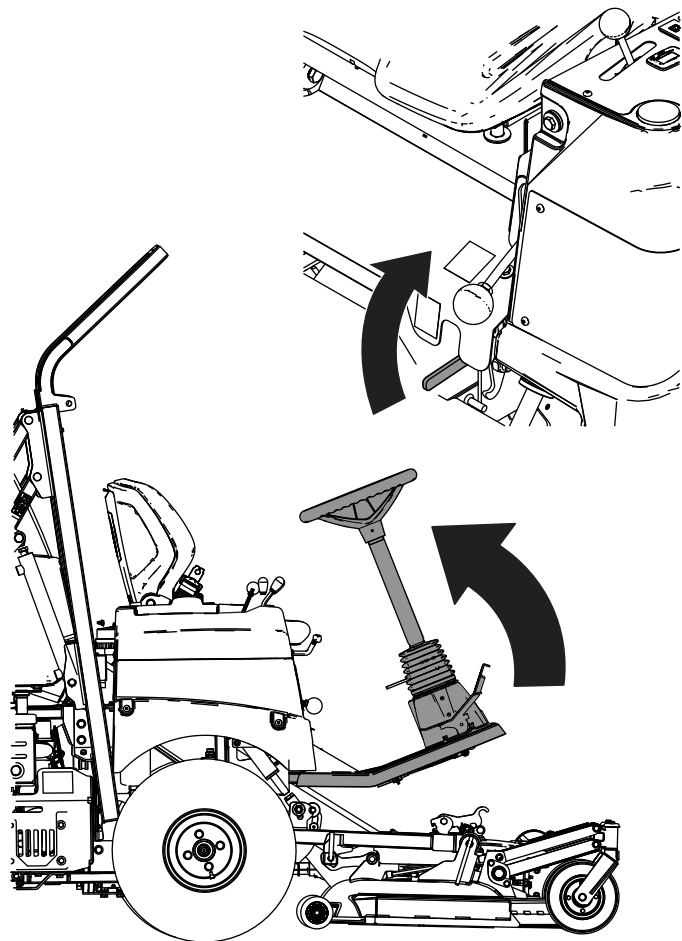

Figure 87
7. Relevez la plateforme de conduite et enclenchez le levier de blocage (Figure 87).